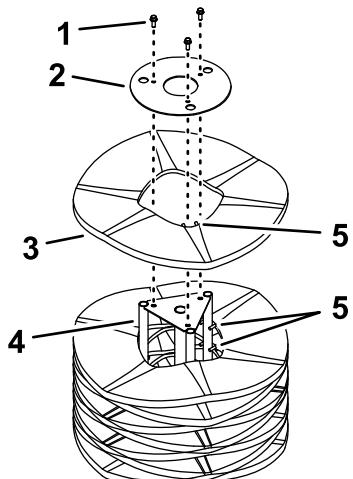

Figura 38
5. Posizionate il gruppo centrale della spazzola in verticale sull'estremità, in modo che la piastra di ritenuta terminale sia rivolta verso l'alto (Figura 38).
6. Rimuovete e conservate la bulloneria della piastra di ritenuta terminale (Figura 38).
8. Montate il/i nuovo/i segmento/i sfalsando le aste di allineamento dell'anello di metallo come illustrato nella Figura 38.